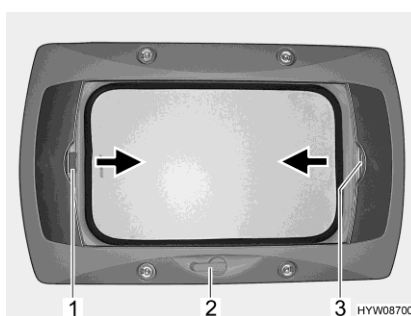

Fig. 73 Claraboya de manivela
- Girar la manivela (Fig. 73,2) hasta que se note resistencia.
- Tirar del tirador (Fig. 73,3) del estor plegable en dirección de la flecha y soltarlo en la posición deseada. El estor plegable se queda fijo en esta posición.
- Tirar del asidero (Fig. 73,1) de la mosquitera enrollable en la dirección de la flecha hacia el asidero opuesto del estor plegable (Fig. 73,3) y hacerlo engatillar.
- Presionar el tirador de la mosquitera enrollable (Fig. 73,1) por la parte de atrás hacia arriba y desengancharla del estor plegable (Fig. 73,3).